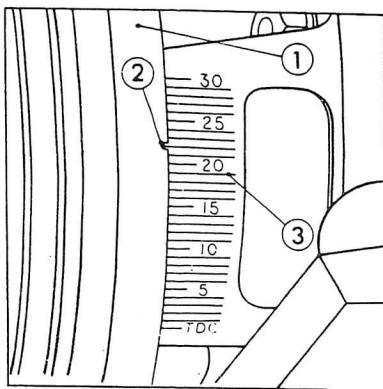

Fig. 31 Motorns tändinställningsmärken
4. Tag bort svänghjulets inspektionsplåt (fig. 31) och rikta upp rätta svänghjulsmarkeringarna med spåret i svänghjulskåpan.